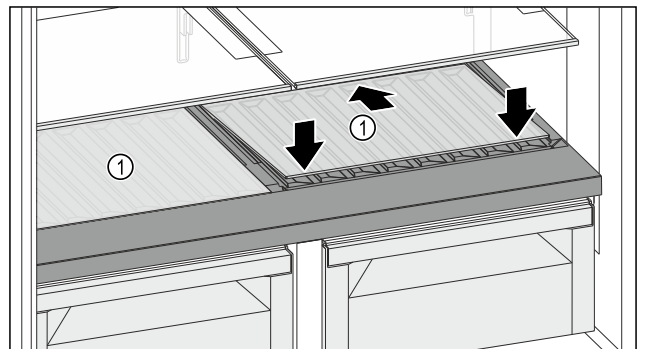

Fig. 115
- Glasplatte Fig. 115 (1) schräg und nach hinten unten geneigt ansetzen.
- Glasplatte Fig. 115 (1) vorne absenken.